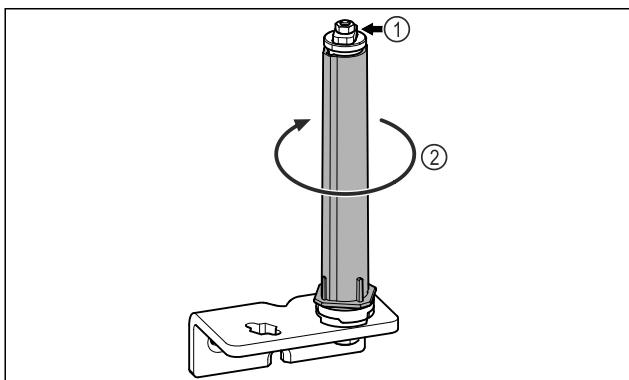

Fig. 22
- ▶ Ne rastavljajte sustav zatvaranja vrata Fig. 22 (1).
- ▶ Okrećite sustav zatvaranja Fig. 22 (2) dok ne klikne.